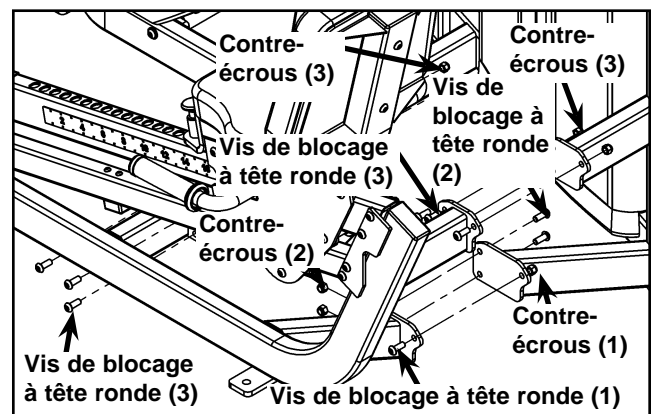

Figure 1
- En vous faisant aider, retirez avec précaution les neuf vis de blocage à tête ronde fixant les deux moitiés du châssis. Reportez-vous à la figure 1.
- D. En vous faisant aider, assemblez les deux moitiés avec précaution à l'aide des neuf vis de blocage à tête ronde retirées à l'étape 4B. Reportez-vous à la figure 1.